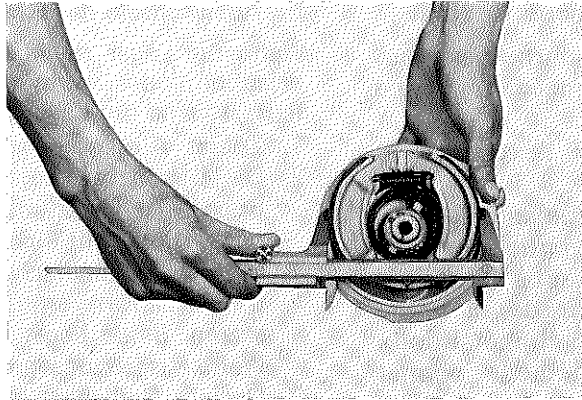

Fig. 5-1-6
1. Measure the outside diameter at the brake shoes with slide calipers. (Fig. 5-1-6)
1. Mesurer le diamètre extérieur des segments assemblés avec un pied à coulisse (Fig. 5-1-6).
1. Außendurchmesser der Bremsbacken mit einer Schublehre messen. (Fig. 5-1-6)